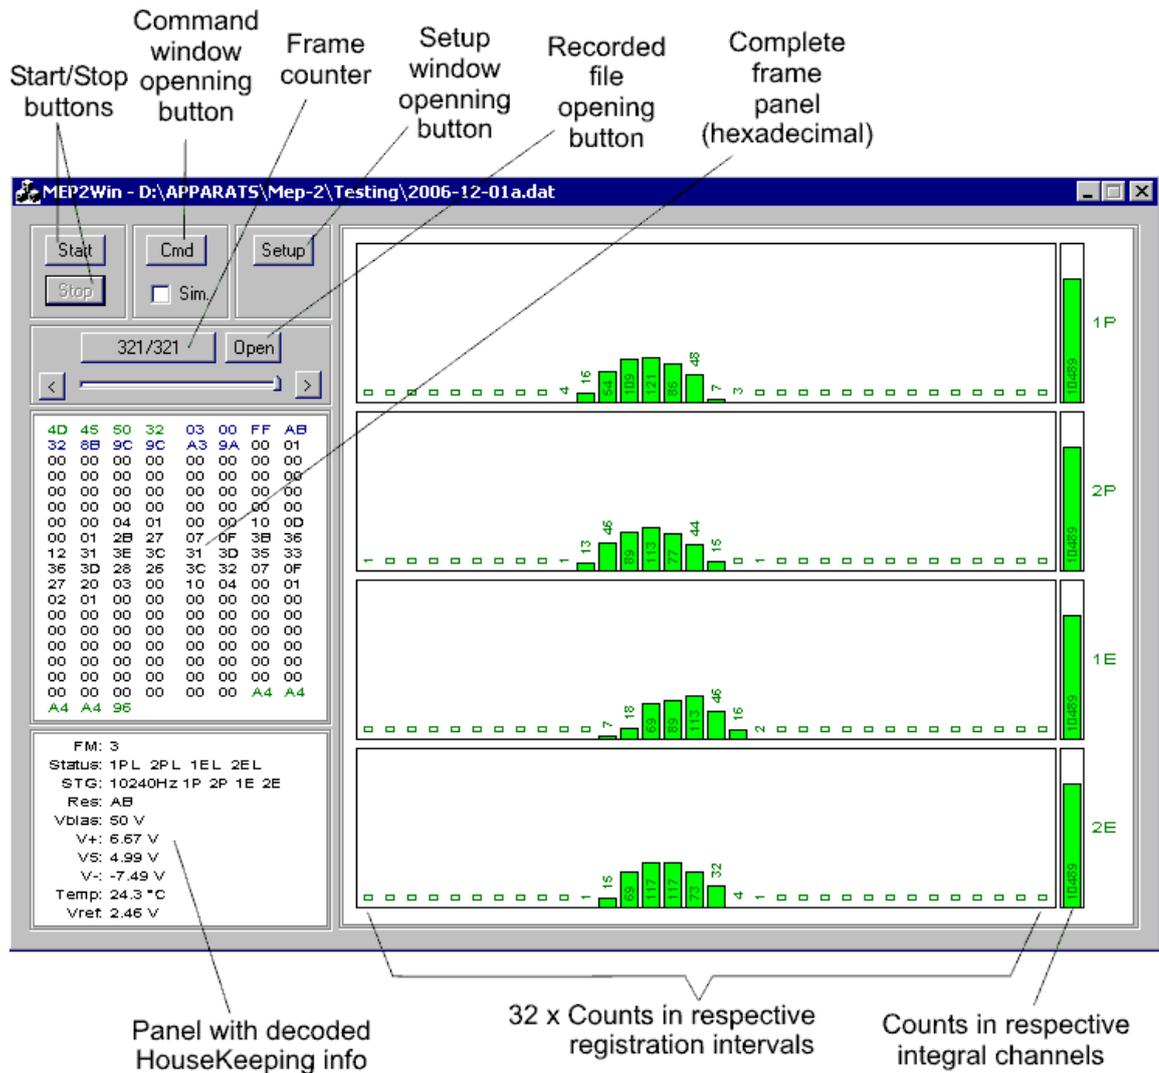

Рис.6. FM=3, STG = 10240 Гц по всем каналам.
20. Щелкните *БК* „Set STG“. Генератор начнет непрерывно посылать импульсы с частотой 10240 Гц в каналы всех детекторов. На Панели-2 подтверждается, что генератор (STG) дает импульсы с частотой 10240 на детекторы 1P 2P 1E 2E. Поскольку прибор в Моде 32-канального амплитудного анализа (FM=3), в научных данных появится пик соответствующий примерно 100 кэВ, как показано на рис.6.